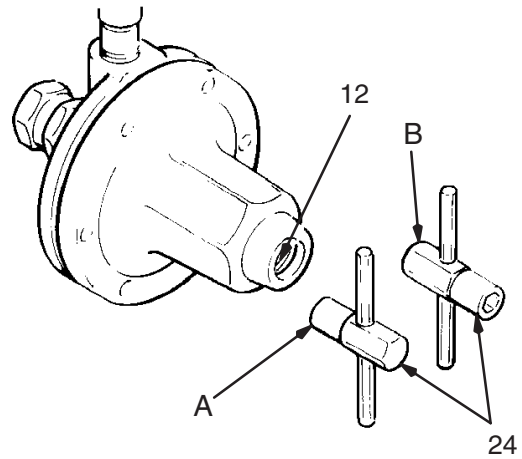
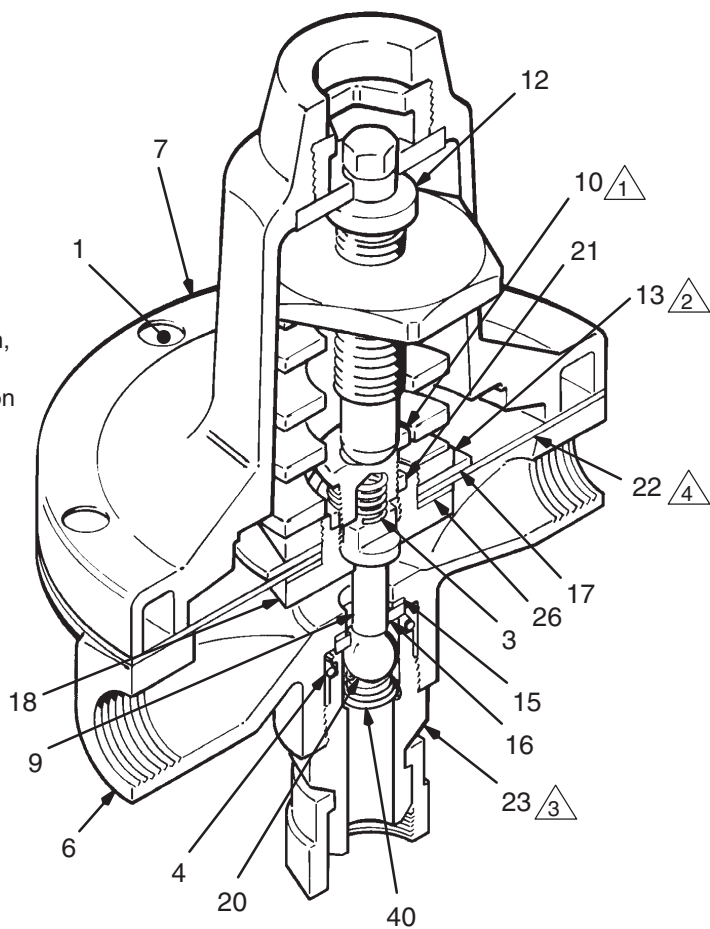

Fig. 3
Fig. 5
- b. Para abrir la válvula del regulador, gire la parte hexagonal externa (B) de la llave de ajuste (24) en sentido antihorario. Vea la Fig. 3.
- a. Después de lavar, gire la llave de ajuste (24) en sentido horario hasta el ajuste anterior. Vea la Fig. 3.
1. Cierre el regulador: Encaje la parte hexagonal interna (A) de la llave (24) en el tornillo de ajuste (12) y gírela en sentido antihorario para aliviar la tensión del muelle. Vea la Fig. 3.
3. Gire la llave (24) en el sentido horario para aumentar la presión de fluido. Vea la Fig. 3. Ajuste hasta obtener el chorro de pulverización deseado. Antes de reducir la presión del regulador, libere parcialmente la presión en la manguera de la pistola para garantizar que se obtiene una lectura correcta en el manómetro.
5. Cierre el regulador encajando la parte hexagonal interna de la llave (24) en el tornillo de ajuste (12) y girándola por completo en sentido antihorario. Vea la Fig. 3.
6. Retire la unión giratoria (23) de la entrada del regulador.
7. Retire la bola (20), el asiento de la válvula (16), y la junta (15). Vea la Fig. 5.
15. Apriete la contratuerca (13) en el alojamiento de la espiga (18) a un par de 28–47 N.m.
16. Instale la espiga de la válvula (9), el muelle (3), la junta (21) y el tornillo de retención (10) en el alojamiento de la espiga (18).
17. Apriete el tornillo de retención (10) en el alojamiento a un par de 28–34 N.m.
18. Instale el muelle, el tornillo de ajuste (12) y la tapa en el alojamiento (6). Apriete los seis tornillos de cabeza (1) en la secuencia indicada en la Fig. 5, **Vista inferior**, y al par de apriete especificado.
19. Instale la junta (15), el asiento de la válvula (16), y la bola (20) en el alojamiento (6).